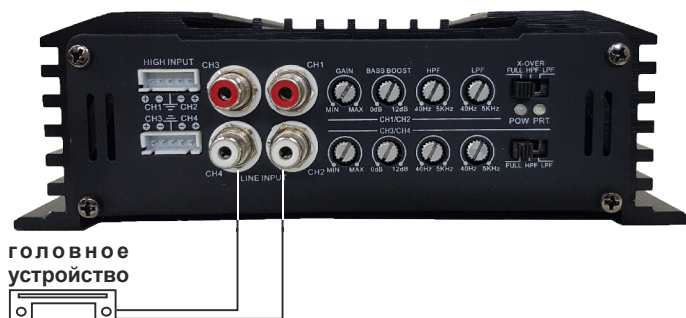
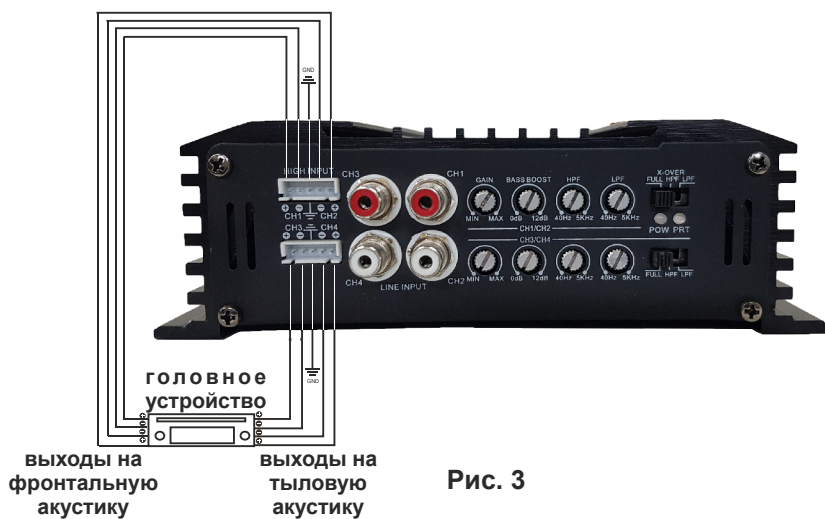

Рис. 2
Рис. 3
ПОДКЛЮЧЕНИЕ К ИСТОЧНИКУ СИГНАЛА (Рис.2 и Рис.3)
- Данный усилитель имеет два вида подключения. Через RCA разъёмы к линейным выходам головного устройства или отдельного процессора (Рис.2). Если Ваше головное устройство не имеет линейных выходов, Вы можете подключить усилитель через входы высокого уровня к акустическим выходам головного устройства (Рис.3).
- Подключите акустические провода или кабель RCA от головного устройства или процессора согласно схемам, приведенным на Рис.2 и Рис.3..